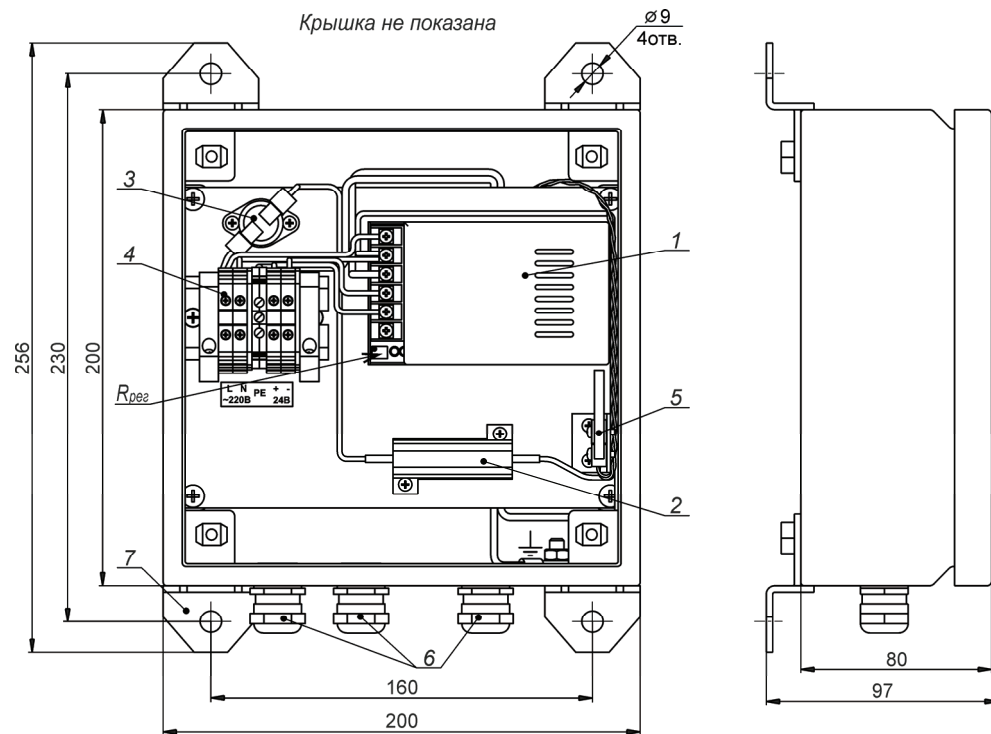

Рис.1 Устройство и габаритные размеры БПУ-1
* Выходное напряжение регулируется в пределах от 12 до 24 В ($R_{рег}$) см. рис.1 и 2.
В состав изделия входят (см рис.1 и рис.2):